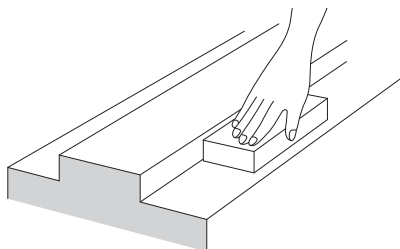

Рис.21
(1) При помощи оселка удалите заусенцы и свищи отливки с базовой поверхности для установки рельса LM. (Рис.21)